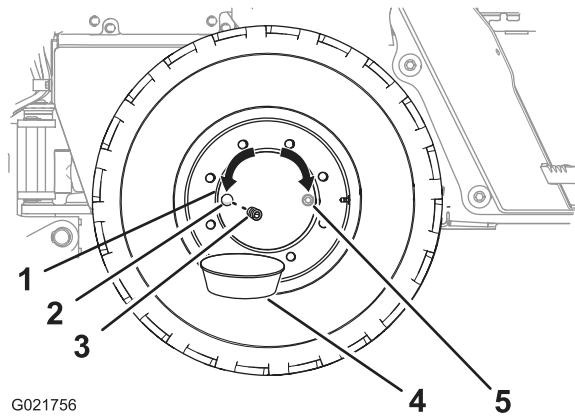

Figura 84
2. Mueva la máquina hacia adelante o hacia atrás hasta que el tapón del cubo de la rueda está en la posición de las 3 o de las 9 (Figura 84).
4. Coloque un recipiente de vaciado debajo del orificio de vaciado del cubo de la rueda (Figura 84).
5. Retire el tapón del cubo de la rueda (Figura 84).
6. Compruebe que el nivel de aceite llega a la parte inferior de las roscas del orificio de aceite (Figura 84).
8. Instale el tapón en el orificio de aceite del cubo de la rueda (Figura 84).